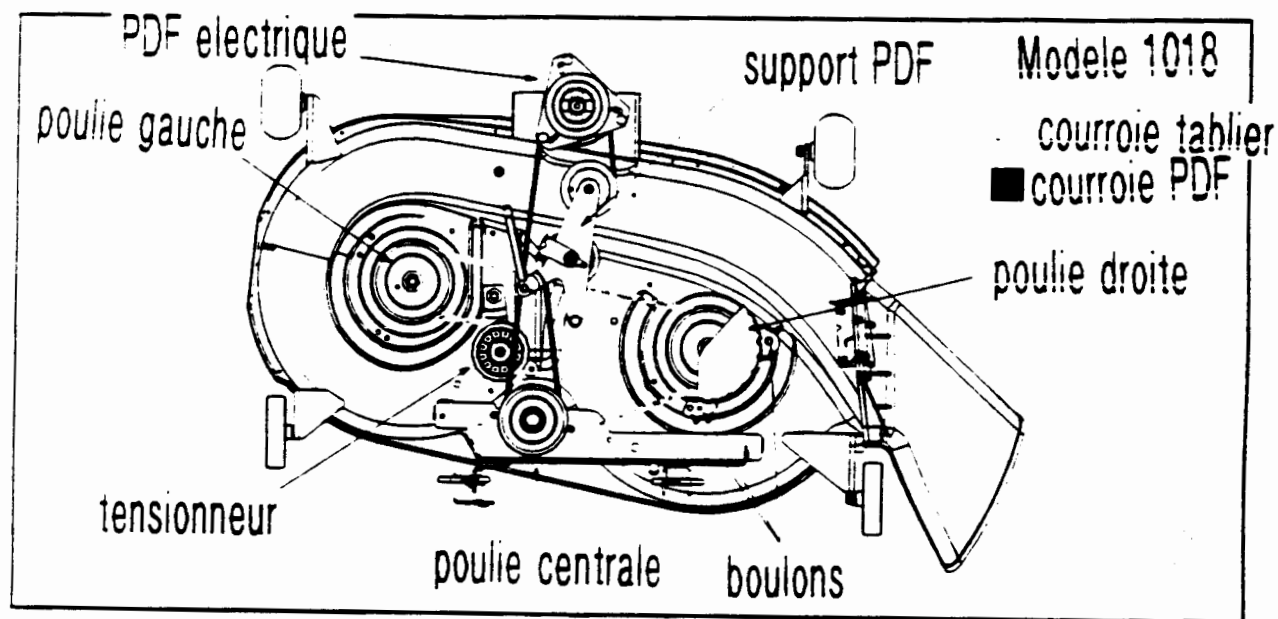

Figure 18
- Tirez sur le support de tensionneur de la P.D.F pour relâcher la pression exercée sur la courroie de la P.D.F. Ceci permettra d'enlever la courroie de l'embrayage P.D.F. Voir figure 18 & 19.